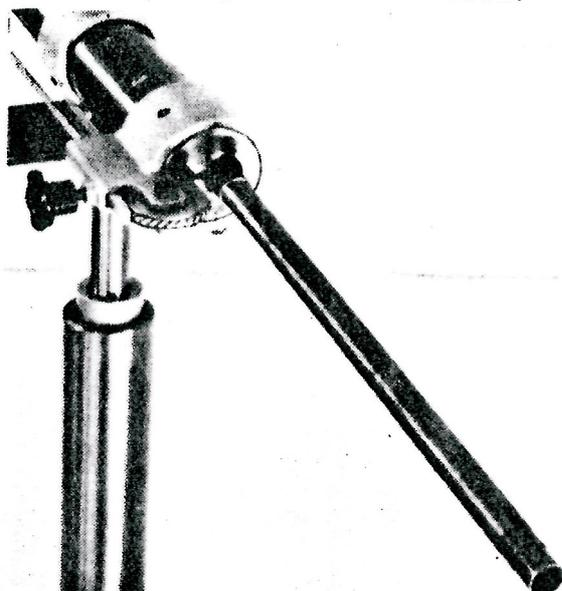

Abb. 5
4. Druckstück in das geräuschkämpfende Vorschubrohr stossen bis es sich in der in Abbildung 5 gezeigten Lage befindet. (Überhang  $\sim 400$  mm).